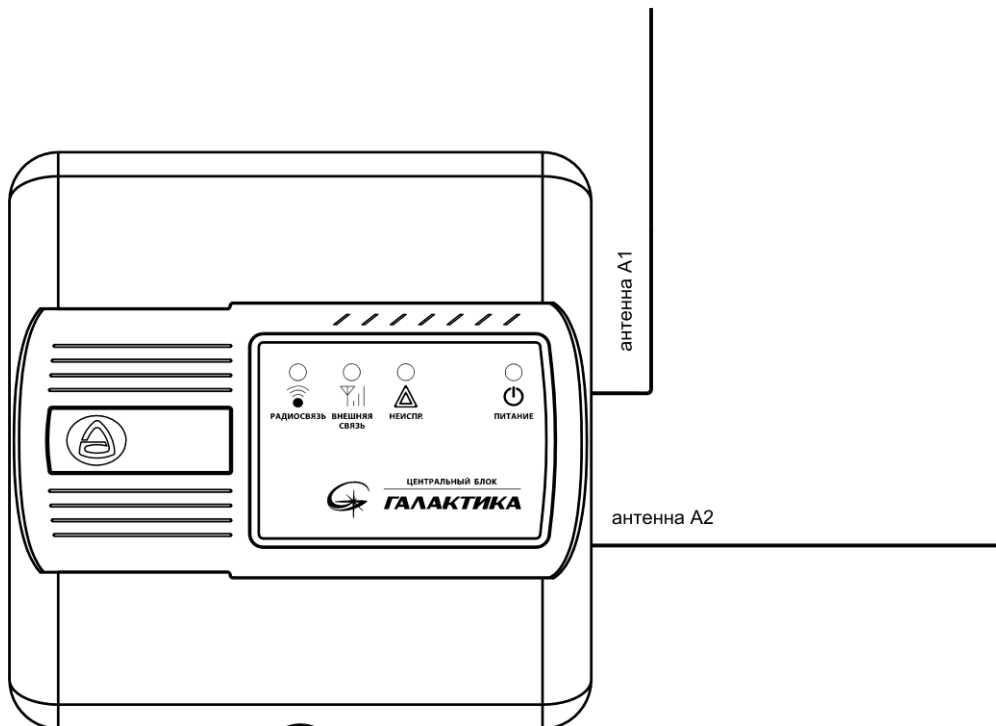

Рис.1 Общий вид ЦБ с подключенными антеннами
**3.1.1 На панель индикации ЦБ** (см. рис.1) выведены светодиодные индикаторы: контроля состояния питания - «ПИТАНИЕ» и контроля связи и неисправностей в системе – «РАДИОСВЯЗЬ» (связь с r/y), «ВНЕШНЯЯ СВЯЗЬ» (GSM канал) и «НЕИСПР.» (описание индикации – см.п. 3.5).